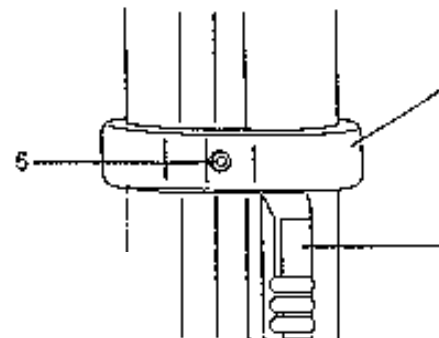
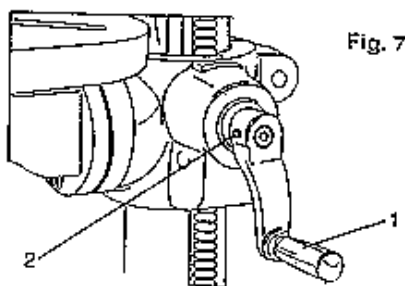

Abb. 6
Abb. 7
6. Halten Sie den Befestigungsarm und die Zahnstange gegen die Säule (Abb. 6) und schieben Sie den Zahnstangenring (4) auf die Säule.
7. Die Zahnstange (1) paßt unter den Zahnstangenring (4). Vergewissern Sie sich, dass genug Spielraum zwischen der Zahnstange und dem Ring ist, um dem Tisch zu gestatten, sich um die Säule zu drehen.
8. Ziehen Sie die Stellschraube (5) an, um den Ring in Position zu halten.
9. Bringen Sie den Griff (1) an, in dem Sie die Stellschraube (2) anziehen. (Abb. 7)